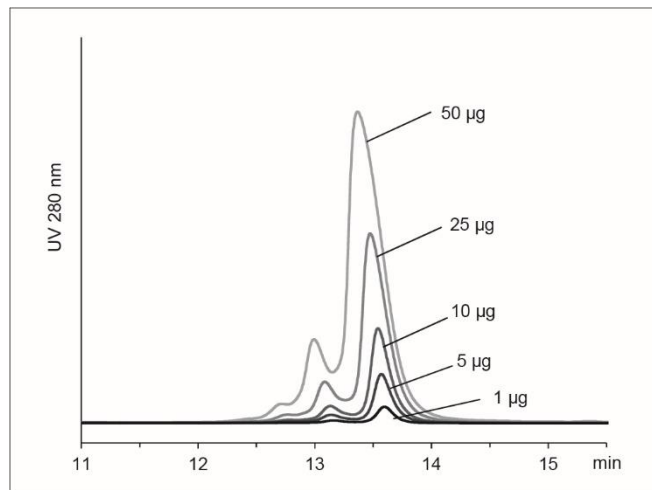

图 4 样品载量对色谱图的影响
0.5 mL/min 下清洗时, 建议一次测定的样品载量是 1 µg~50 µg。图 4 是单克隆抗体上样量发生变化时的色谱图。虽然洗脱峰的分度度都相同, 但随着样品上样量的增加, 保留能力会稍微下降。